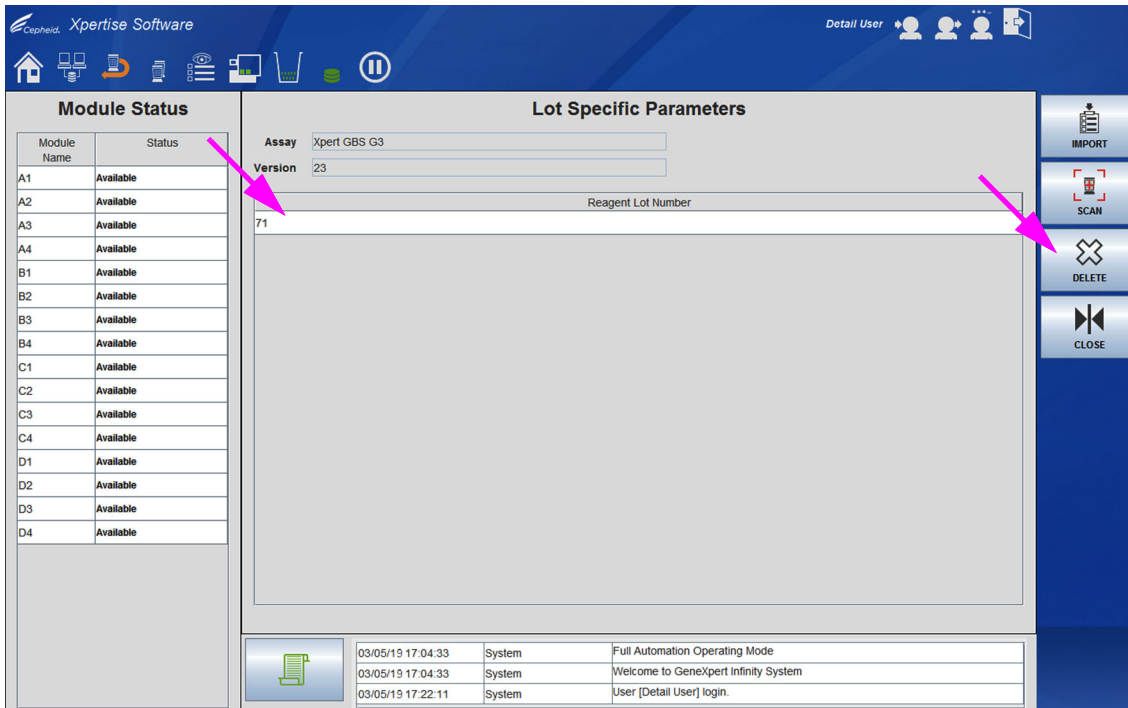

Figura 2-66. Eliminar um ensaio da área de trabalho Lot Specific Parameters (Parâmetros específicos de lote)
3. Selecione o número de lote que pretende eliminar e, em seguida, selecione o botão **DELETE (ELIMINAR)**. Ver Figura 2-66.
6. Selecione o botão **CLOSE (FECHAR)** para regressar ao menu Manage Assays (Gerir ensaios). Ver Figura 2-66.